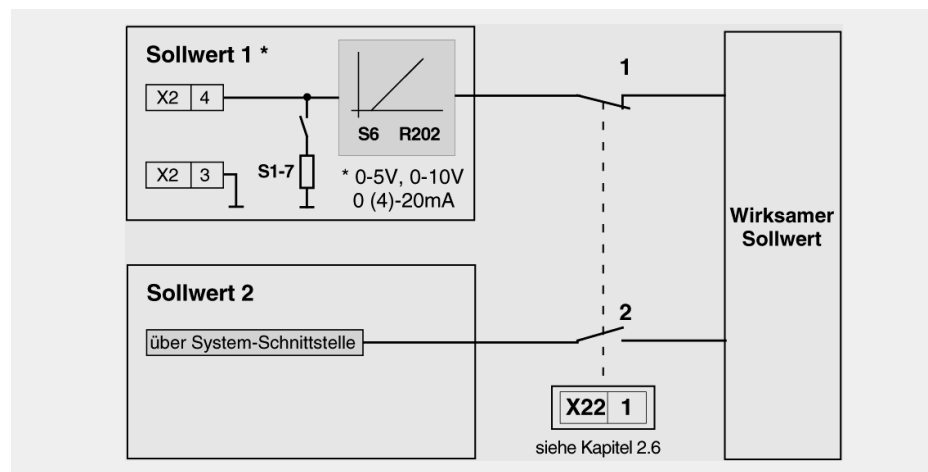

Abb. 2 Sollwerteingänge und wirksamer Sollwert
Die Sollwertverarbeitung ist abhängig davon, wie das Busmodul mit dem Leistungssteller verbunden ist. Es lassen sich je nach Bedarf verschiedene Varianten realisieren. Die Leitung von Klemme X22.1 des Thyro-A steuert die Abläufe (Kap. 2.2, Abb. 2).
- Die Klemme X22.1 des Thyro-A wird an eine der Klemmen X1.1 bis X8.1 des Busmoduls angeschlossen (Abb. 2). Bei Störungen auf der Busleitung wird automatisch auf den Análogo Sollwert an den Steuerklemmen des Leistungsstellers umgeschaltet (Belegung der vorkonfektionierten Anschlusskabel 2 000 000 848 / 849).
- Die Leitung X22.1 des Thyro-A wird an eine der Klemmen X1.5 bis X8.5 des Busmoduls angeschlossen (Abb. 2). Bei Störungen auf der Busleitung wird automatisch wie im Kapitel 3.2 angegeben auf den Análogo Sollwert an den Steuerklemmen der Leistungssteller umgeschaltet oder es wird der letzte Sollwert gehalten.